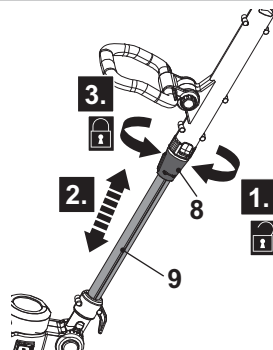

Fig. 7
1. Solte a manga de bloqueio (8) no sentido horário (Fig. 7, passo 1).
2. Puxe a vara inferior (9) para fora ou empurre-a para dentro para ajustar o comprimento pretendido (Fig. 7, passo 2).
3. Aperte a manga de bloqueio (8) no sentido anti horário (Fig. 7, passo 3).